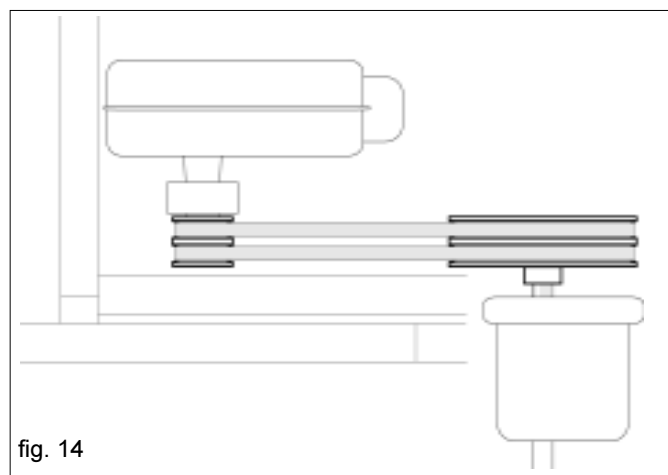

fig. 14
- 1) Les courroies doivent être introduites entre la poulie montée sur la prise de puissance arrière de la herse et la poulie avec l'embranchage centrifuge du souffleur (Fig. 14).